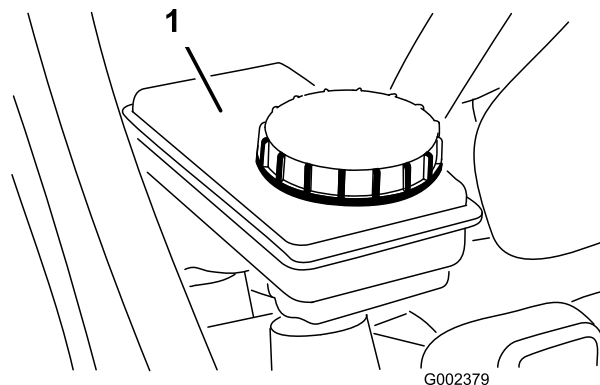

Bild 55
6. Wenn der Flüssigkeitsstand niedrig ist, reinigen Sie den Bereich um den Deckel, nehmen Sie den Behälterdeckel ab und füllen Sie den Behälter mit der angegebenen Bremsflüssigkeit auf den richtigen Stand auf (Bild 55).
5. Der Flüssigkeitsstand sollte bis zur Voll-Markierung am Behälter reichen (Bild 55).